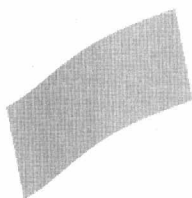
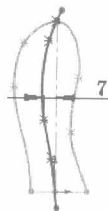

图 1.2.5 曲面-拉伸 1
图 1.2.6 横断面草图
Step5. 创建图 1.2.5 所示的曲面-拉伸 1。
- (1) 选择命令。选择下拉菜单 **插入(I)** → **曲面(S)** → **拉伸曲面(E)...** 命令。
- (2) 选取前视基准面作为草图基准面，绘制图 1.2.6 所示的横断面草图。
- (3) 在“曲面-拉伸”窗口单击  按钮，在 **方向1** 区域的下拉列表中选择 **两侧对称** 选项，输入深度值 100.0。
- (4) 单击  按钮，完成曲面-拉伸 1 的创建。